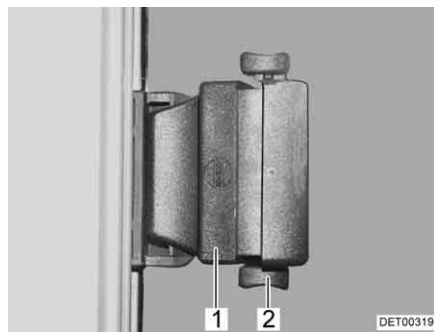

Fig. 79 Finestra scorrevole con bloccaggio a pressione
- Premere il bloccaggio (Fig. 79,2) verso l'alto.
- Premere la maniglia (Fig. 79,1) e spingerla contemporaneamente in avanti o indietro.